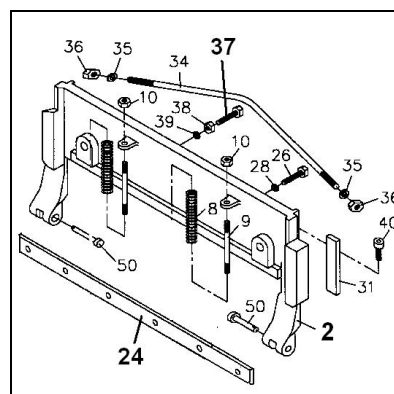

Fig 4
Faire glisser les 2 tiges rondes (58) dans les conduits (61, 67) et fixer le tout à l'arrière de la barre coupante (2, Fig 4).